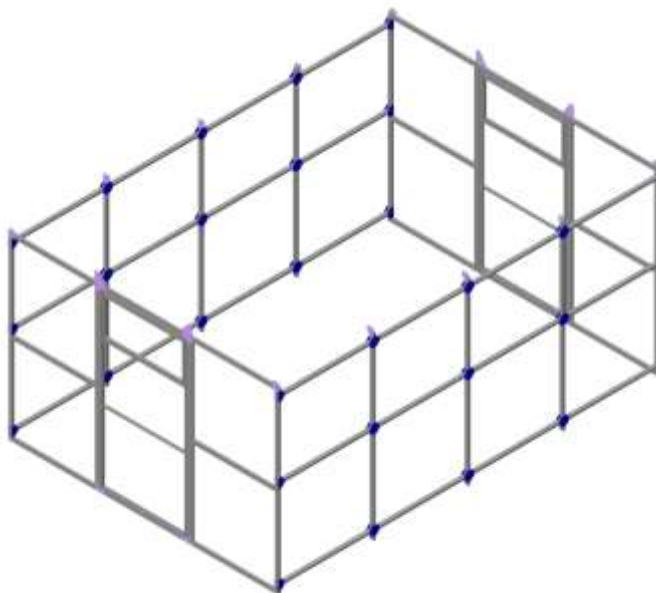

РИС. 11
4.2.4. Таким образом необходимо присоединять оставшиеся стойки одну за другой, заканчивая второй торцевой секцией. Шаг должен составлять 1 м, 0,67 м или 0,5 м соответственно (РИС. 11).